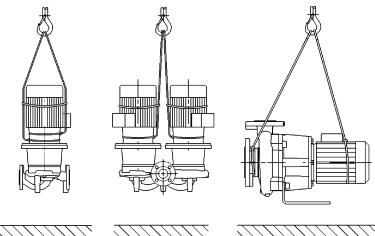

Fig. 7. Транспортування насоса
- Транспортні вушка на двигуні призначені при цьому лише для направляння під час підіймання вантажу (Fig. 7).